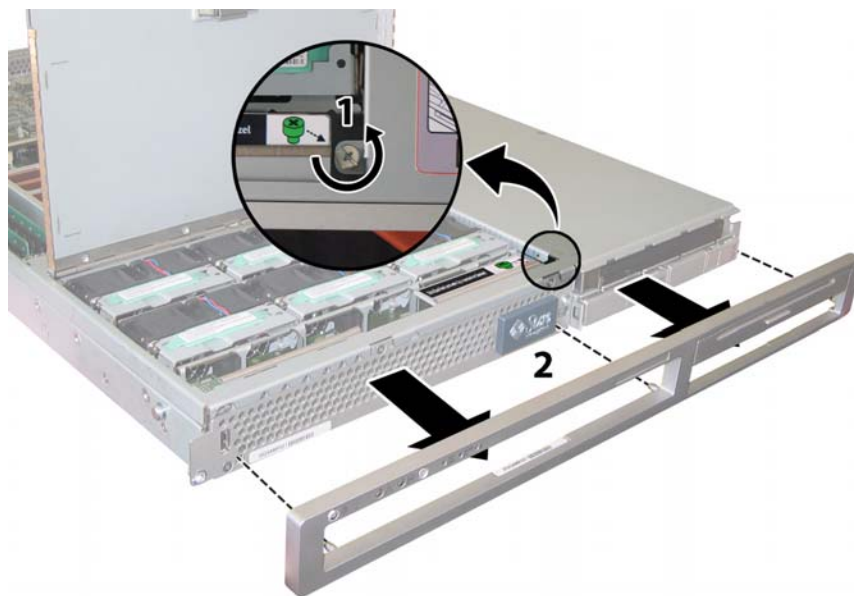

図 3-3 前面ベゼル固定ネジの取り外し
1. ファンベイのドアを開き、ベゼルを固定している固定ネジを No.2 のプラスドライバーで外します。図 3-3 を参照してください。